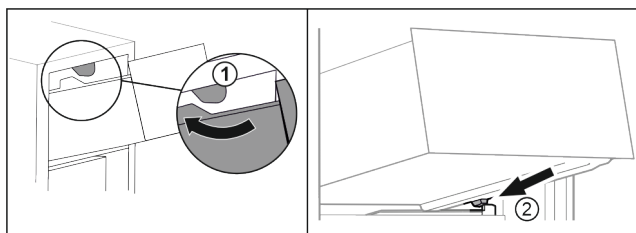

Fig. 133
- ▶ Vezesse el a fiókot a felső ütközők körül. Fig. 133 (1)
- ▶ Helyezze a fiókot ferdén az alsó ütközők mögé, a tartóbordára. Fig. 133 (2)